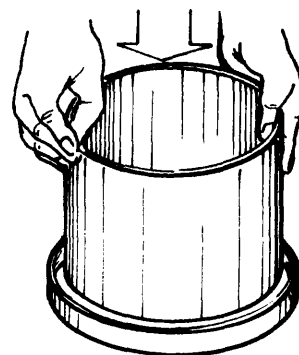

Fig.1
- ___ a Aplique el cilindro sobre el disco.(fig. 1).